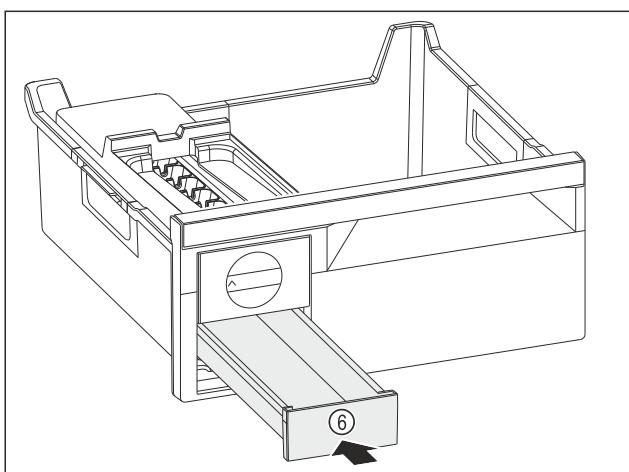

Fig. 148
- Вкарайте чекмеджето за ледени кубчета Fig. 148 (6).